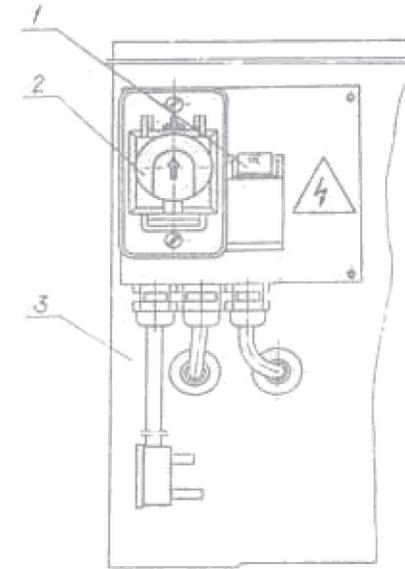

Abb. 14 – Montage von Schaltern
- Bei Problemen drücken Sie den Knopf 2. (Abb. 14)
- Schalter 1 sollte sich in Position L befinden (Abb. 14).
- Bei Problemen drücken Sie sofort den Knopf 2. (Abb. 14)